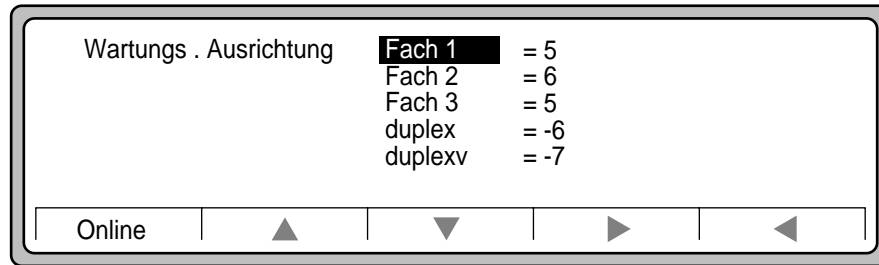

Abbildung 6-16 Einstellung in Wartung.Ausrichtung Fach1
6. Wählen Sie Fach1 aus, und drücken Sie ►. Daraufhin wird das Menü Wartung.Ausrichtung (siehe Abbildung 6-16) angezeigt.